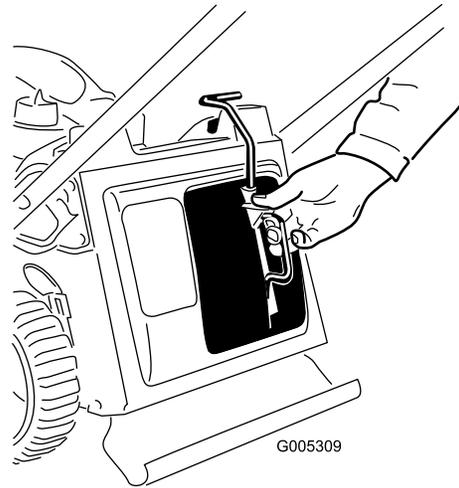
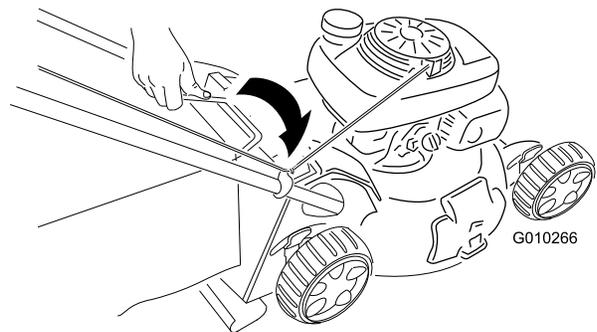

Bild 18
Bild 19
1. Setzen Sie den Mulchverschluss (Bild 18) oder den Fangkorb (Bild 19) an der Maschine ein.